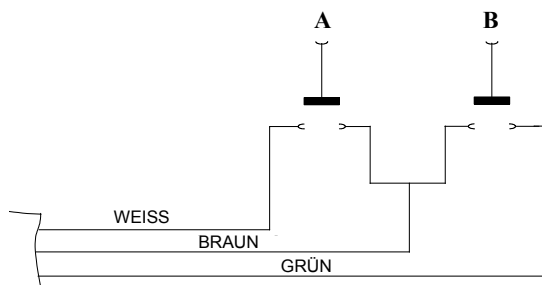

Abb. 2
Der Anschluss der Kabel für die Fernsteuerung erfolgt gemäß Abb. 2.
Um die Lampe an- oder abzuschalten, drücken Sie die Taste „A“ (Abb. 2).
- c) Um die geringstmögliche Lichtintensität sofort zu erreichen, drücken Sie die Taste „B“ (Abb. 2). Wenn die geringstmögliche Intensität erreicht ist, ertönt ein akustisches Signal (1 Signalton).